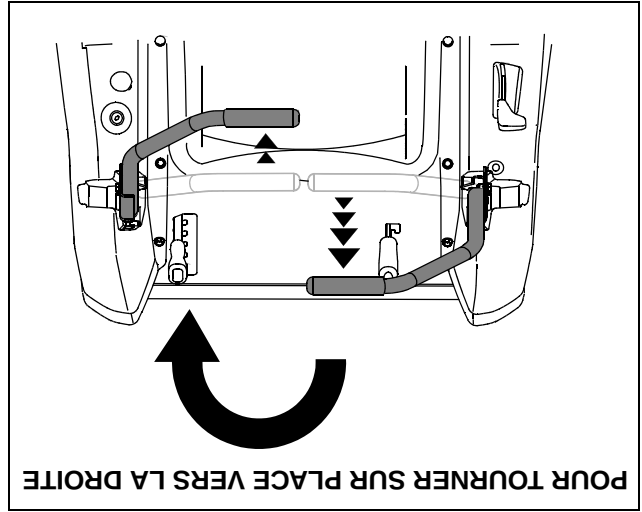

Figure 17
- Pour tourner à droite, poussez lentement le levier gauche en tirant simultanément le levier droit vers l'arrière. Voir la Figure 17.